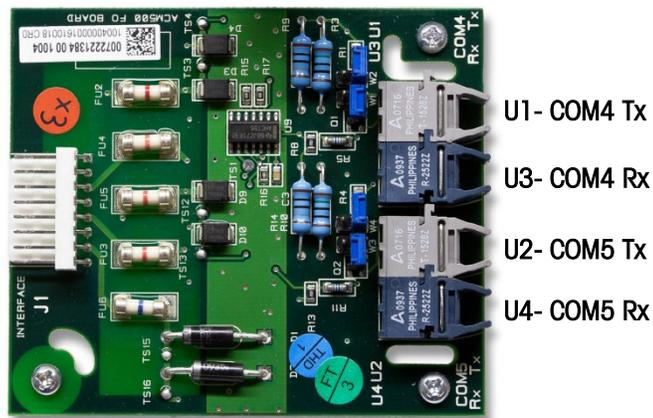
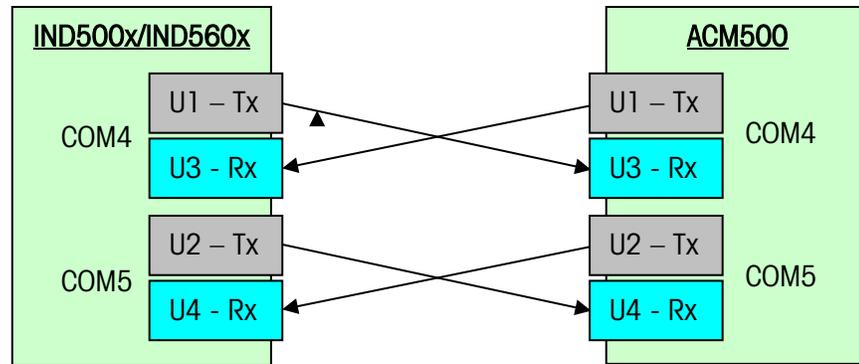

Abbildung 3-9: Faseroptische Schnittstellenplatine
Abbildung 3-10: Anschlussdiagramm der Lichtleiter
3. Wenn Sie Lichtleiterkabel an COM4 anschließen, stellen Sie zuerst fest, welche 2 Lichtleiterkabel vom COM4 am IND500x/IND560x kommen. Stecken Sie das Lichtleiterkabel vom IND500x/IND560x-COM4-Sender (U1) in den ACM500-COM4-Empfänger (U3) ein und das Kabel vom IND500x/IND560x-COM4-Empfänger (U3) in den ACM500-COM4-Sender (U1). Abbildung 3-9 dient als Hilfestellung bei der Identifizierung der Sender und Empfänger auf der faseroptischen Schnittstellenplatine des ACM500. Auf Abbildung 3-10 ist die korrekte Verdrahtung zwischen dem IND500x/IND560x und ACM500 dargestellt.
4. Wenn Sie einen Anschluss an COM5 installieren, stellen Sie zunächst fest, welche 2 Lichtleiterkabel vom COM5 Port des IND500x/IND560x kommen. Stecken Sie das Lichtleiterkabel vom IND500x/IND560x-COM5-Sender (U2) in den ACM500-COM5-Empfänger (U4) ein und das Kabel vom IND500x/IND560x-COM5-Empfänger (U4) in den ACM500-COM5-Sender (U2). Auf Abbildung 3-10 ist die korrekte Verdrahtung zwischen dem IND500x/IND560x und ACM500 dargestellt.